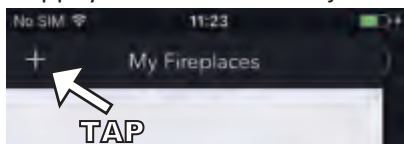
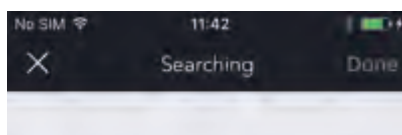

Fig. 2 Appuyez sur le bouton "+" (en haut à gauche)
Fig. 3 Rechercher Foyer
4. Appuyez sur le bouton "Ajouter" (Fig. 2) et commencer la recherche (Fig. 3) du foyer à proximité